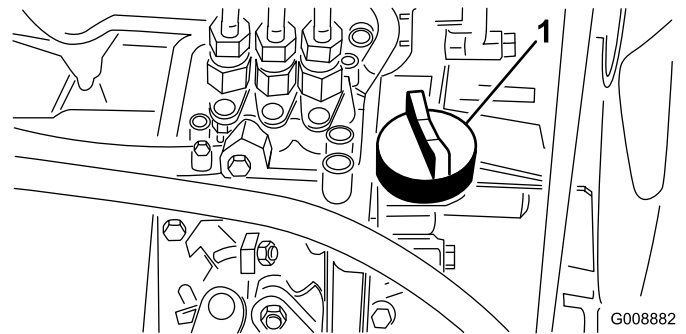

Figura 33
4. Si el nivel de aceite es bajo, retire el tapón de llenado (Figura 33) y añada poco a poco pequeñas cantidades de aceite, comprobando el nivel frecuentemente, hasta que el nivel llegue a la marca de lleno de la varilla.